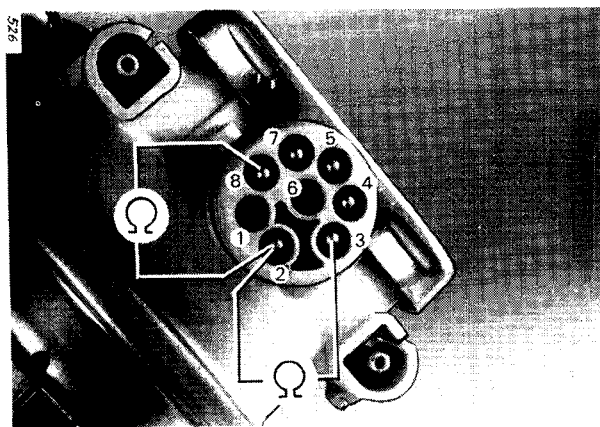

Bild 14
6.2 Evakuierendes Ventil und belüftendes Ventil (Bild 14)